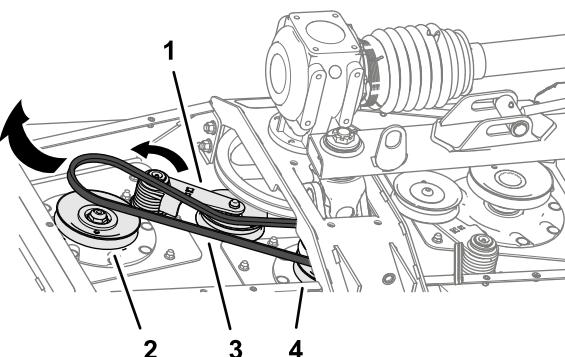

Figure 66
3. Au moyen d'une barre de levier ou d'un outil similaire, faites tourner le tendeur de la petite courroie dans le sens antihoraire et déchausez la courroie de la poulie de tendeur (Figure 66).